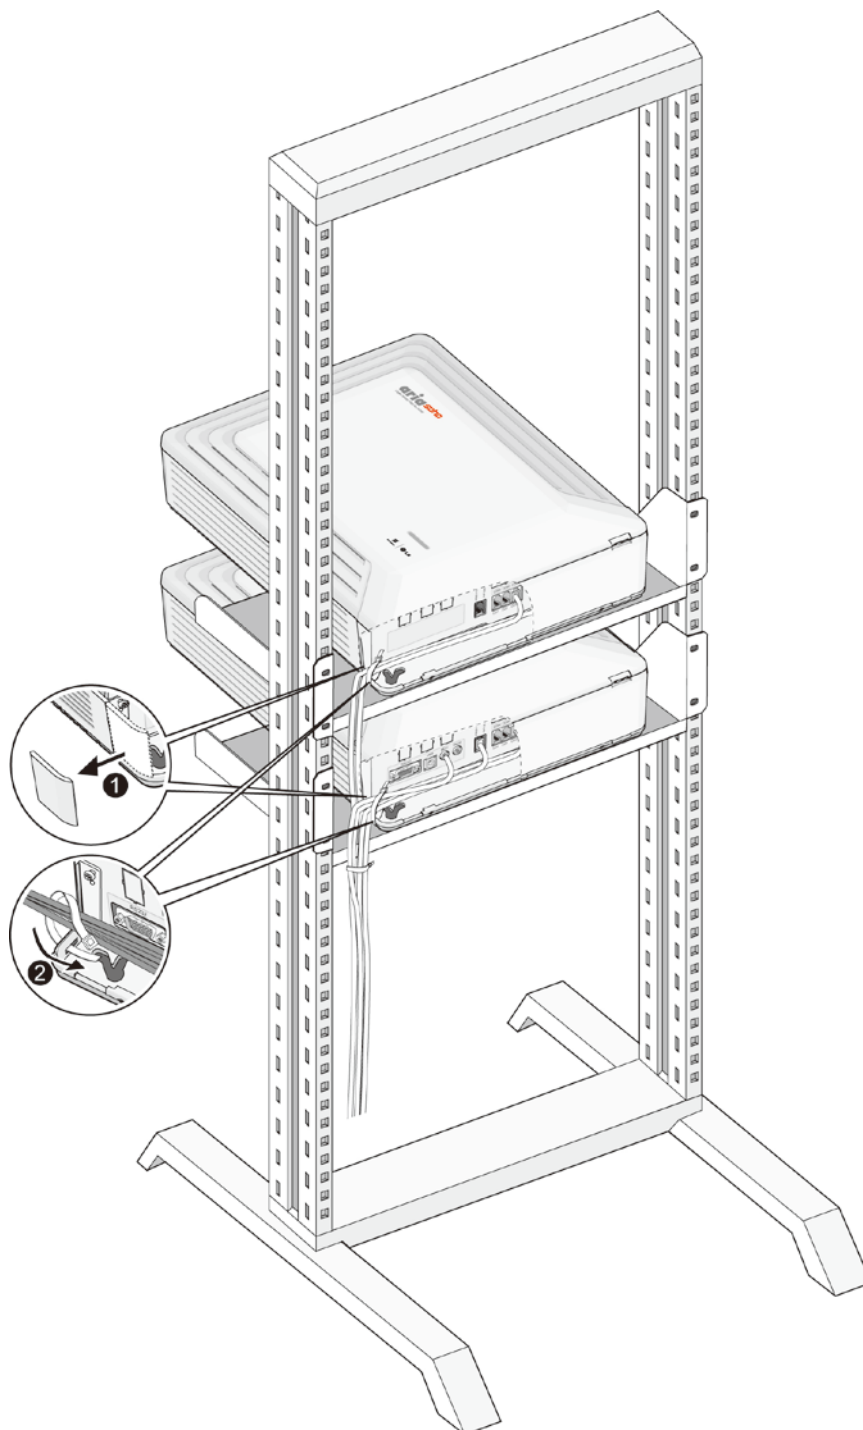

Рис. 5.2.2 Прокладка кабелей при монтаже в стойку
5. Кабели и шнур электропитания пропустите через специальный желоб, см. рис. 5.2.2 и затем скрепите соединительным кабелем (поставляется в комплекте).